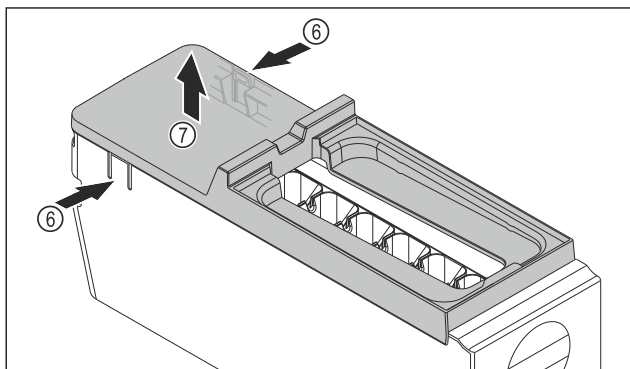

Fig. 88
- Ta bort skyddet på EasyTwist-Ice-enheten: Tryck på skenorna Fig. 88 (6) på båda sidor av EasyTwist-Ice-enheten med en hand.
- Ta bort skyddet Fig. 88 (7) uppåt med andra handen.